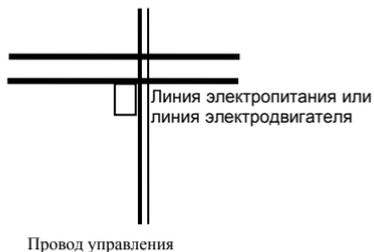

Рис. 3-16 Требования к прокладке проводов
(1) Линия, соединяющая преобразователь с электродвигателем (провода, отходящие от клемм U, V, W), не должна располагаться параллельно линии электропитания (провода, подключенные ко входным клеммам R, S, T или R, T). Кроме того, расстояние между ними должно быть не менее 30 см.
(2) Три провода, идущие от клемм U, V, W преобразователя к электродвигателю, должны быть помещены в металлическую трубу или металлический жёлоб для проводов.
(3) Управляющая сигнальная линия должна представлять собой экранированный кабель, экранирующая оболочка которого подключена к клемме PE (защитное заземление) преобразователя и заземлена вблизи одного конца со стороны преобразователя.
(4) Заземляющий кабель клеммы PE (защитное заземление) не может быть соединен с заземляющим проводом другого оборудования; он должен быть подключен непосредственно к пластине заземления.
(5) Провода для передачи управляющих сигналов не следует прокладывать параллельно силовым проводам или на небольшом расстоянии от них (клеммы R, S, T или R, T и U, V, W); их нельзя также связывать в один жгут; расстояние между ними должно быть не менее 20-60 см (в зависимости от силы тока). Как показано на рис. 3-16, в случае пересечения они должны пересекаться под прямым углом.
(6) Слаботочные заземляющие провода для таких линий, как линия управляющих сигналов или линия датчиков, и силовоточный заземляющий провод должны быть заземлены независимо.
(7) Категорически запрещается подключать другое оборудование ко входным клеммам электропитания преобразователя (клеммы R, S, T или R, T).